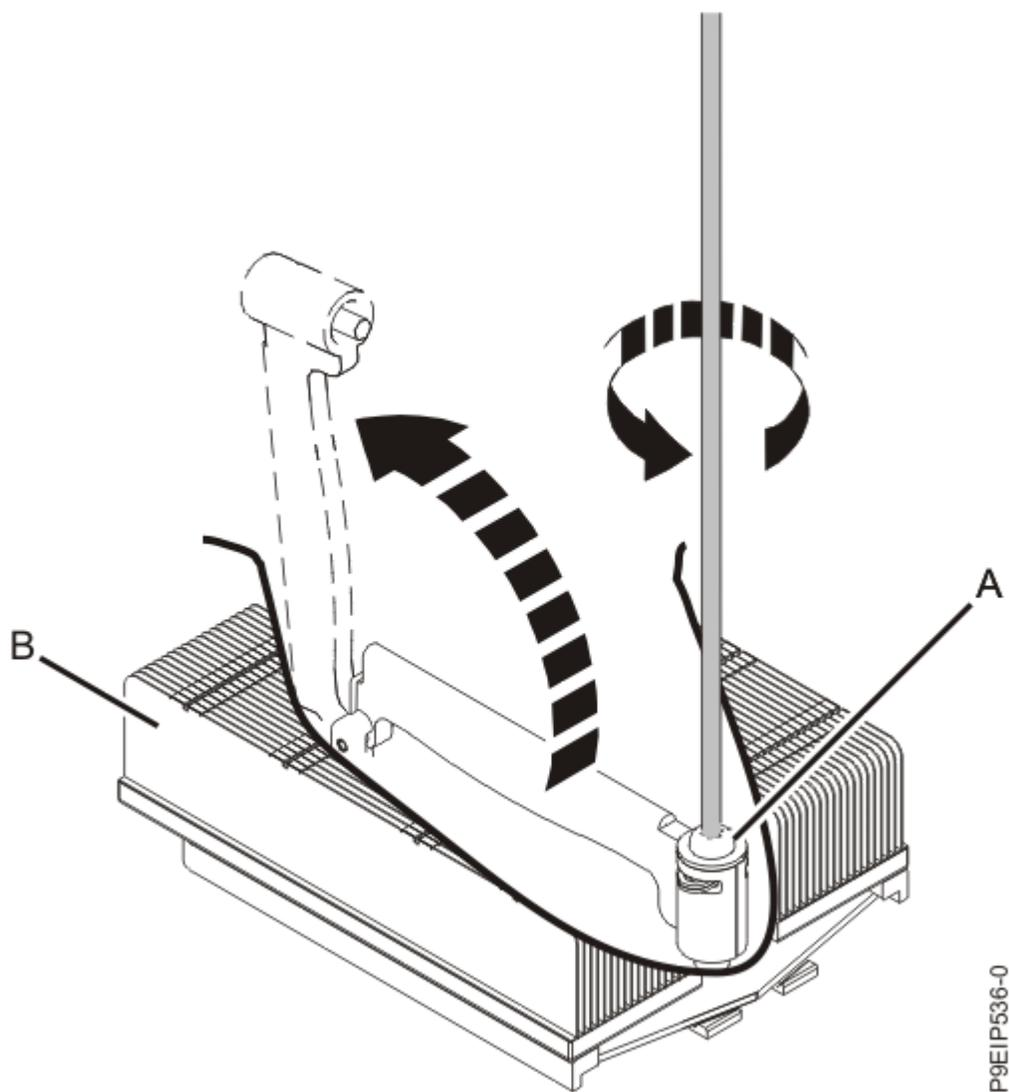

図 36: ヒート・シンクのロード・アームねじを緩める
3. #3 Phillips ドライバーを使用して、取り外すシステム・プロセッサ・ヒート・シンク (B) のロード・アームねじ (A) を緩めます。ロード・アームが、40 ページの 図 36 に示す方向に回転して上がります。